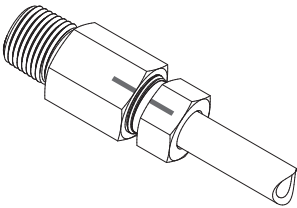

图3
- 3. 在卡套螺母和接头本体或阀体上画一条标记线 (图 3)。